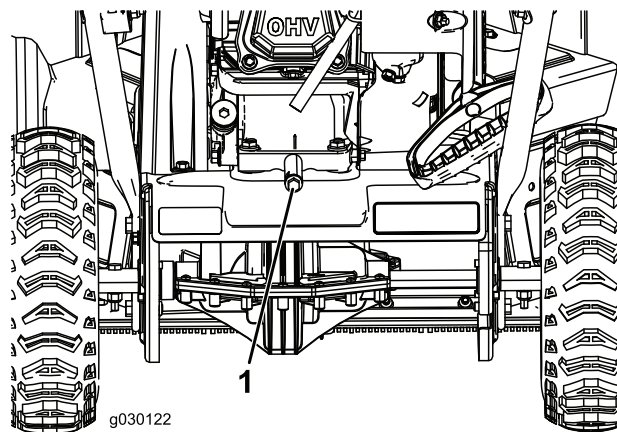

Figure 20
2. Placez un bac de vidange sous le bouchon de vidange et retirez le bouchon ; basculez la machine en arrière et vidangez l'huile usagée dans le bac de vidange (Figure 20).